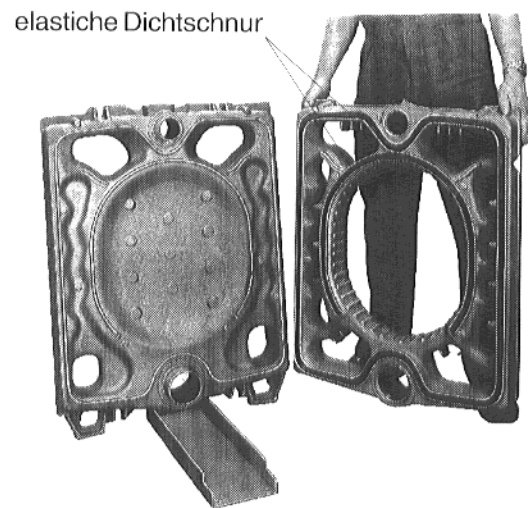

Abb. 9
- **Elastische Dichtschnur** auf der Mittelglied-Rückseite in die innere und äußere Dichtnut einlegen und leicht andrücken. Mit dem Einlegen der äußeren Dichtschnur links oder rechts von der oberen Kesselnabe beginnen (Abb. 9).